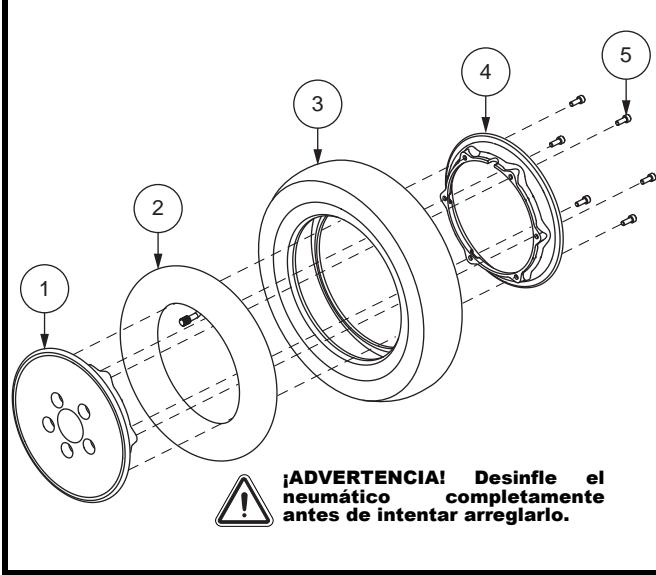

Figura 23. Ruedas neumáticas desmontaje/montaje
6. Retire los tornillos y separe las mitades de la llanta. Ver la figura 23.